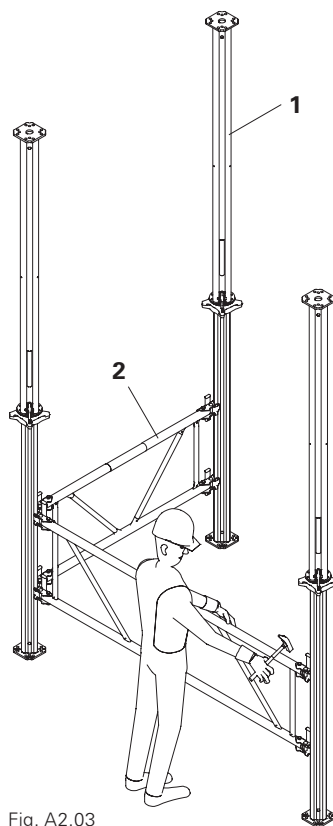

Fig. A2.03
Applicare i telai MP MRK (2) al MULTIPROP MP (1) sempre in modo che il cuneo sia battuto dall'alto verso il basso. (Fig. A2.03)